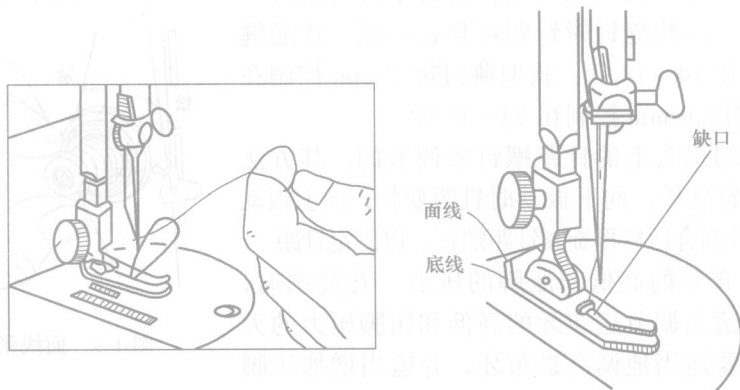

图 1-6 引底线
(7) 引底线 扳起压脚，用左手拉住面线的线头，右手按逆时针方向轻轻转动上轮，当机针下降并再次升起时，拉住面线线头的左手轻轻上提，底线即被引出，如图 1-6 所示。将底线和面线的线头经过压脚缺口甩向压脚的左后方，即完成缝纫机操作的准备工作。